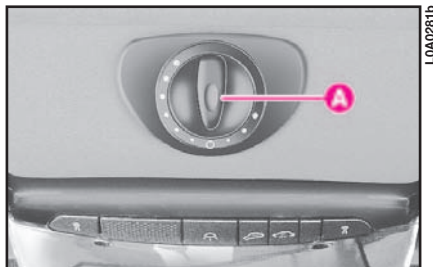

fig. 184
Tutte le funzioni del tetto apribile, (apertura, chiusura e basculamento posteriore), sono comandate dal selettore **A** (fig. 184).
1) ruotare il selettore A completamente a fine corsa in senso antiorario, nella posizione di massimo basculamento 3 (fig. 184)